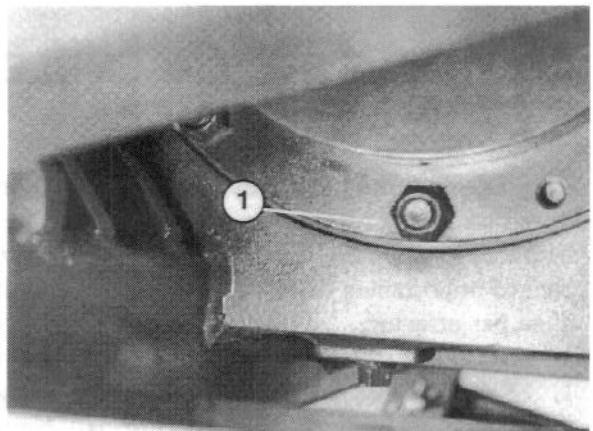

Figure 14
**Nota:** dans des conditions normales d'utilisation, le niveau d'huile ne doit pas baisser. Si toutefois le niveau était bas, rechercher et réparer les fuites éventuelles. En cas de panne importante des pièces du boîtier d'engrenages, vidanger l'huile, rincer le boîtier et le remplir avec de l'huile neuve. Le bouchon de vidange se trouve au fond du boîtier (Fig. 14).